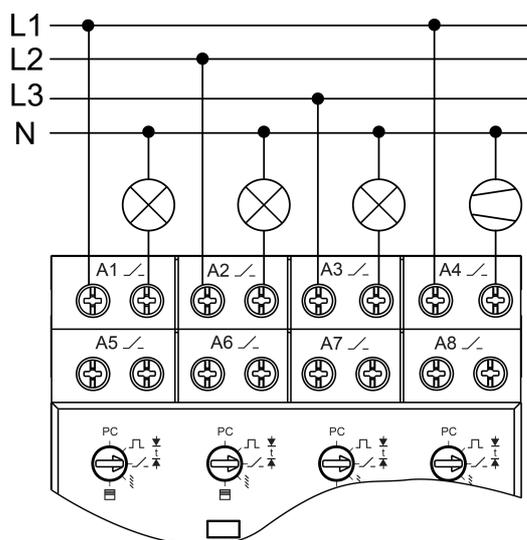

Figure 4: Exemple de raccordement des charges de commutation **A1...A4**
- Raccordement des charges selon l'exemple de raccordement des charges de commutation (figure 4).